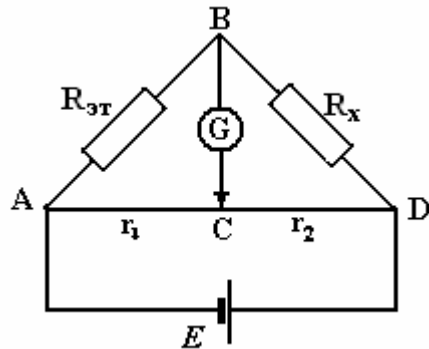

Рис. 2
Классическим методом измерения сопротивлений является метод моста постоянного тока. На рис.2 представлена схема простейшего измерительного моста, обычно именуемого мостом Уитстона.
1. Соберите мостовую схему в соответствии с рис.2, выбрав в качестве R_x любой резистор из набора 5.
6. Рассчитайте по формуле (6) значение неизвестного сопротивления R_x (грубо) и результат запишите в таблицу.